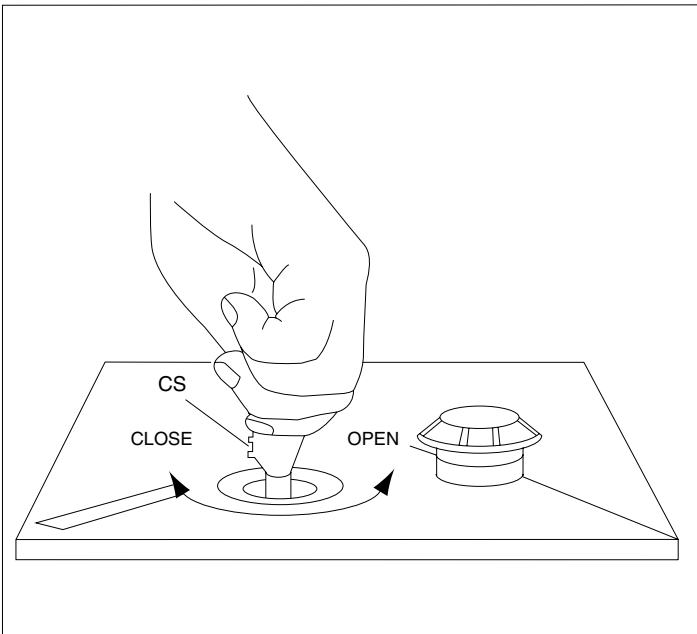

Fig. 19
- и) Восстановите уровень масла, проверяя его уровень ниже 1,5мм в отверстии "О" (рис. 19).